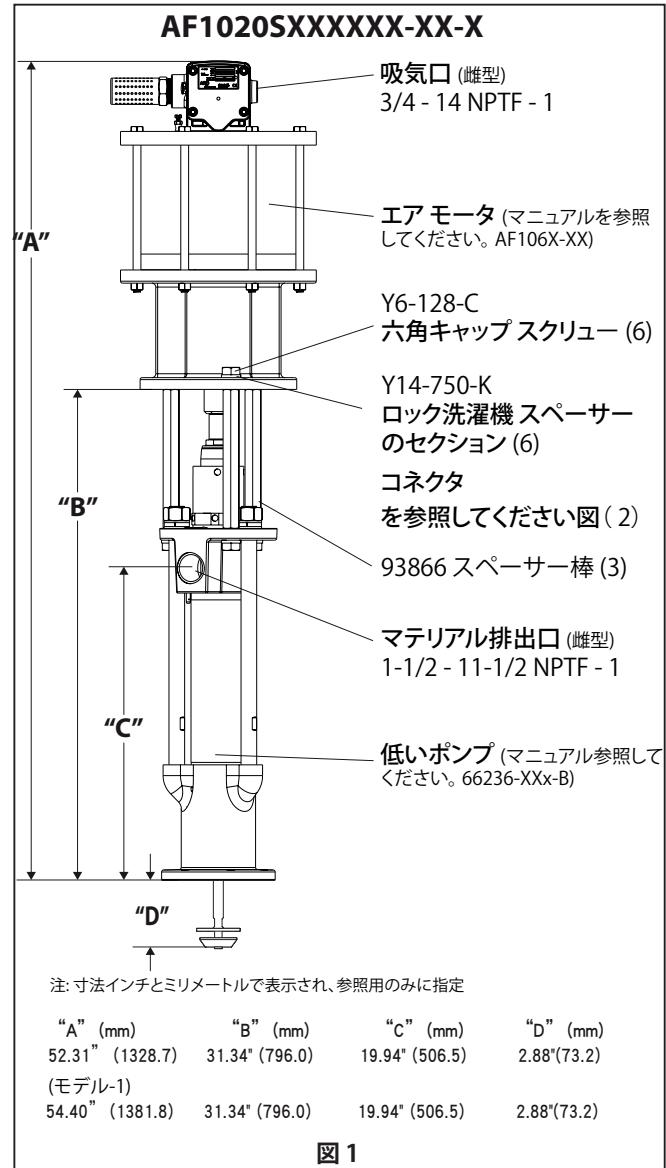

図 1
2. 3 (Y6 128 C) のキャップのネジを取り外して、(Y14 750 K) ロック 洗濯機 (図 1 参照) 3 つの (93866) スペーサー棒から。